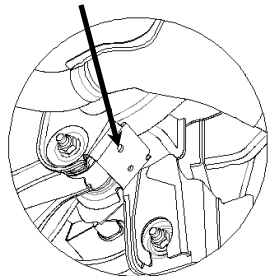

Figura 3
•En el Buick LaCrosse y el Cadillac XTS agrande el orificio posterior en el montaje de la suspensión del vehículo para aceptar un perno de 1/2. Ver Figura 3.
4.Instale los pernos de carruaje de 1/2" (4) en la placa de soporte del enganche.